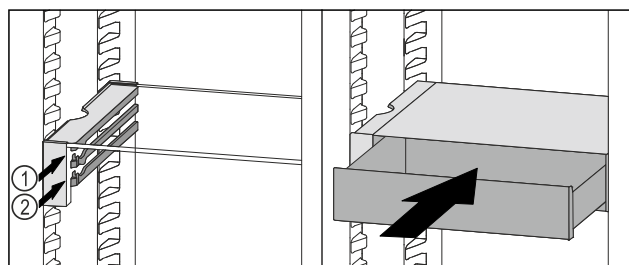

Fig. 87
- ▶ Nasadte zásuvku VarioSafe za zarážky na požadovaném žebro Fig. 87 (1) nebo Fig. 87 (2).